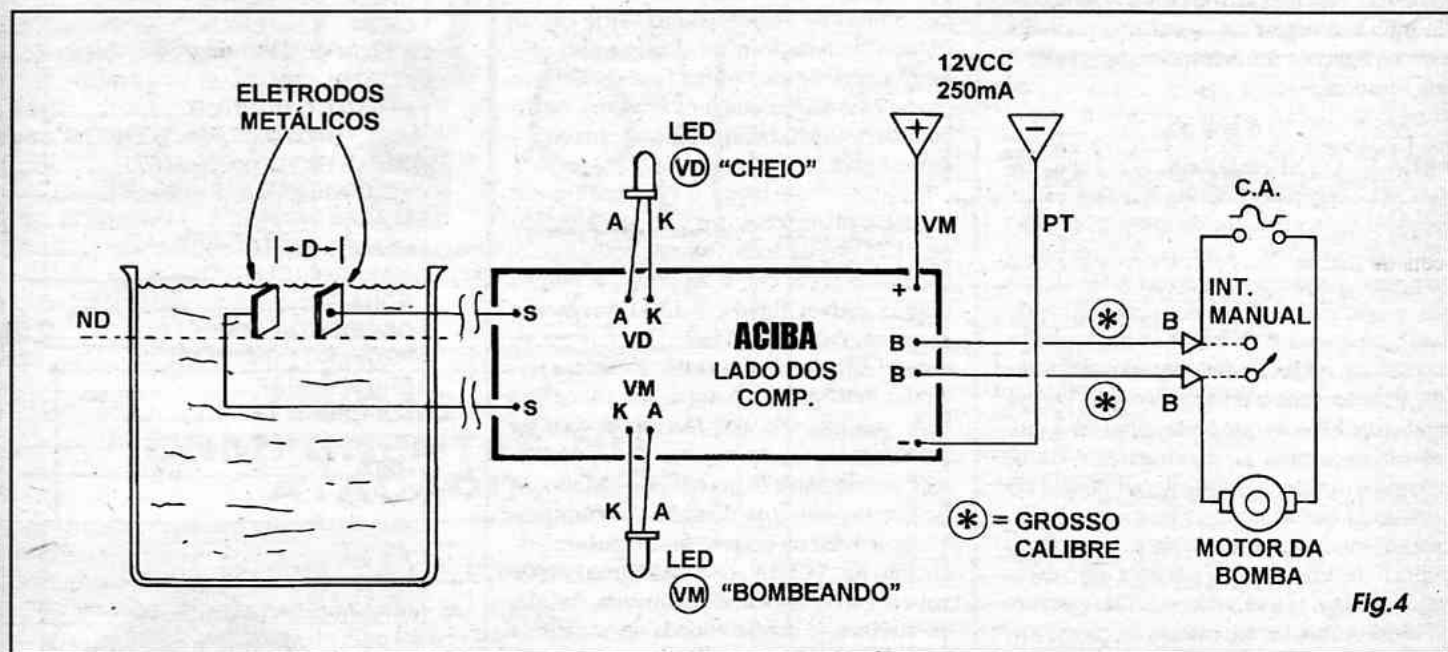
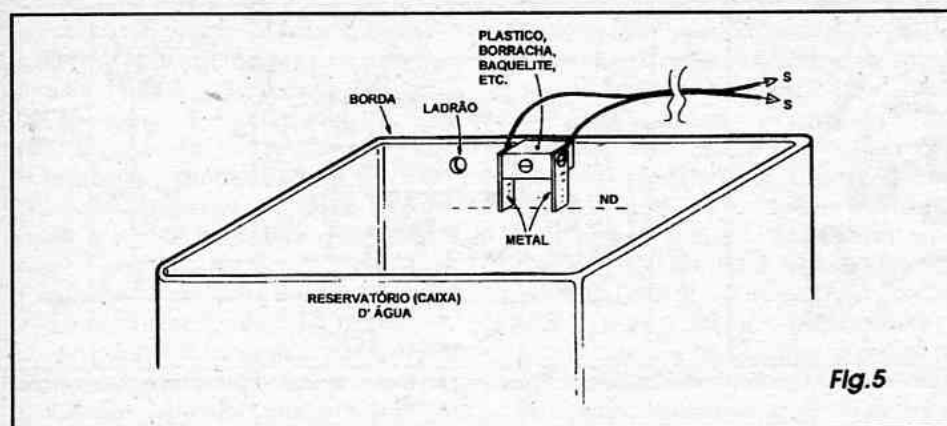

Fig. 4
Fig.5
- 1 - Par de eletrodos metálicos, podendo ser feitos com diversos formatos, dimensões e arranjos práticos (**VER FIGS. 4 e 5, MAIS ADIANTE...**) para o sensoreamento do nível da água no reservatório.
- - Bomba d'água elétrica, acionada por motor (110 ou 220 VCA) de até 1000W de potência, com a respectiva instalação hidráulica e elétrica já implementada. Se a instalação existente já incluir um interruptor manual para a dita bomba, este poderá ser mantido, conforme veremos no diagrama da **FIG. 4...**
- FIG. 4 - CONEXÕES EXTERNAS À PLACA - DIAGRAMA DE INSTALAÇÃO BÁSICA - A figura inclui uma série de informações visuais importantes, centradas na própria placa, observada pela sua face não cobreada (agora, porém, desprezando-se os componentes já diretamente inseridos e soldados *sobre* a dita cuja...). Observar, inicialmente, as conexões polarizadas da alimentação do circuito (provenientes da fonte...), de preferência sob o código de cor **vermelha** para o **cabinho do positivo (+)** e **preta** para o **negativo (-)**... Notar também a identificação dos terminais dos LEDs indicadores (e respectivas cores...), levados aos pontos A-K (VD) e A-K (VM). Ainda quanto aos LEDs, lembramos que embora no diagrama eles sejam vistos ligados diretamente à placa, nada impede que - na instalação real e final do conjunto - sejam conectados através de cabinhos, no conveniente comprimento (os ditos LEDs, na verdade, poderão ser fisicamente instalados a qualquer distância desejada, com relação à placa...). Aos pontos B-
**FIG. 5 - OS SENSORES...** - A figura dá detalhes e sugestões importantes para a confecção/instalação do par de sensores metálicos no reservatório... Estes podem ser feitos com duas pequenas peças metálicas (lâminas, pinos, etc., com poucos centímetros de área), separadas e fixadas por um isolador de plástico, borracha, fenolite, etc., de modo que guardem entre si uma distância **D** (ver também a FIG. 4) que pode variar de 2 cm. até várias dezenas de centímetros... É importante (devido à grande sensibilidade do circuito...) que as lâminas ou pinos metálicos sensores repousem *não encostados* à superfície interna das paredes do reservatório/caixa, já que poderiam fazer *passar* os sinais elétricos alternados de monitoramento *através* do próprio material estrutu-